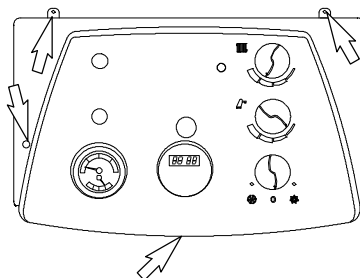

fig. 5.6
- 4 svitare le viti del pannello comandi indicate in fig. 5.6 e rimuovere il frontale.